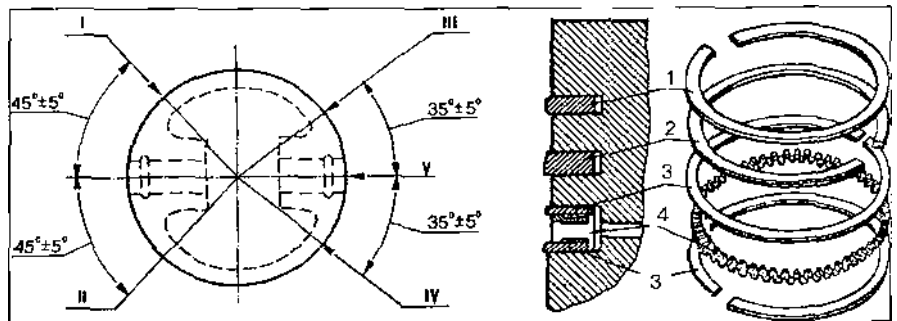

Рис. 2.27.4. Расположение поршневых колец на поршне:
8. Расставить стыки колец, как показано на рис. 2.27.4.